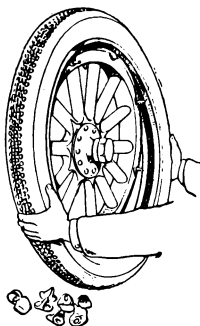

Fig. 38.
5. **Togliere il pneumatico smontabile.** — Girare la ruota colla valvola in alto, e tirare a due mani fuori della ruota la parte bassa del cerchione, poi sollevarlo per far sortire la valvola dal proprio foro nella ruota (fig. 38).